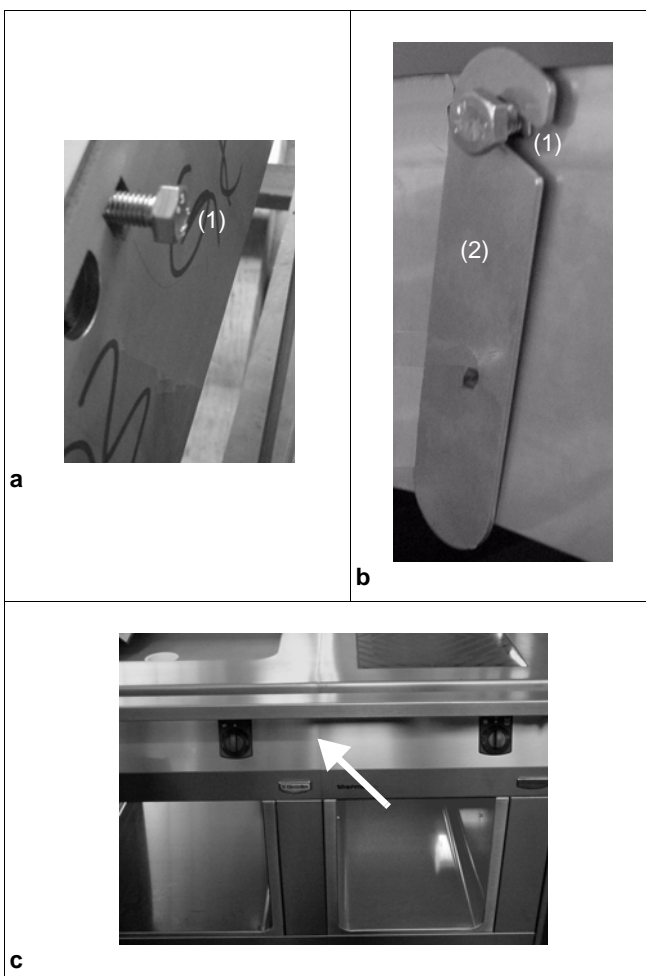
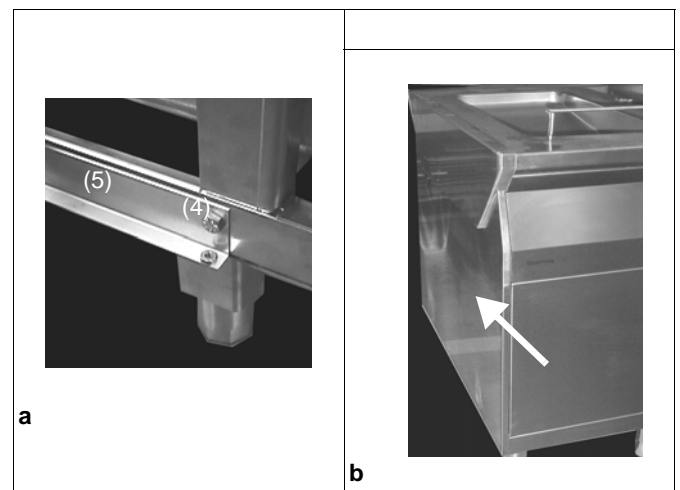

Fig.1 Seitliche Verbindung
Fig.2 Seitenwandmontage
Fig.1 INSTALLATIONSPLÄNE - INSTALLATION DRAWINGS - PIANI DI INSTALLAZIONE- PLANS D'INSTALLATION - INSTALLATIESCHETSEN - INSTALLATIONSSCHEMAN - ASENNUSMITAT LATTIA
Das Verbindungsset besteht aus je zwei vormontierten Käfigmuttern (1 / Fig.1) an der rechten Seite des Gerätes, Sechskantschrauben M8x25 (1 / Fig.1) und Laschen (2 / Fig.1)
- ⇒ Schraube (1 / Fig.1) lose, etwa 5 mm tief in die Käfigmutter drehen.
- ⇒ Lasche (2 / Fig.1) an der linken Verbindungsplatte des zweiten Gerätes innen einsetzen.
Das Verbindungsset besteht aus je zwei Sechskantschrauben M8x25 (1 / Fig.1), Bolzen mit Sicherungsring (2 / Fig.1), Laschen (3 / Fig.1), Sechskantschrauben M8x16 mit Fächerscheiben und Sechskantmuttern M8, Sechskantschrauben M5 mit Fächerscheiben (4 / Fig.2) und einem Befestigungswinkel (5 / Fig.2).
- ⇒ Den Befestigungswinkel (5 / Fig.2b) mit den Schrauben, Fächerscheiben und Muttern unten am Rahmen befestigen. (4 / Fig.2).